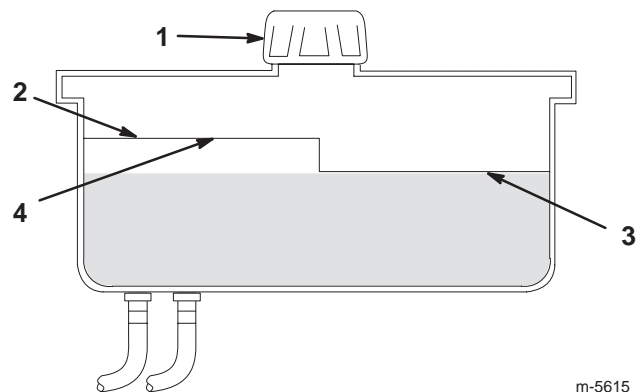

Bild 51
2. Reinigen Sie den Bereich um den Füllstutzen des Hydrauliktanks (Bild 51).
3. Schrauben Sie den Deckel vom Einfüllstutzen ab. Schauen Sie in den Stutzen um sicherzustellen, dass Öl im Tank ist (Bild 51).
Note: Der Füllstand sollte bei warmem Öl die Oberkante der **heißen** Einfüllmarkierung der Zwischenplatte erreichen (Bild 51).